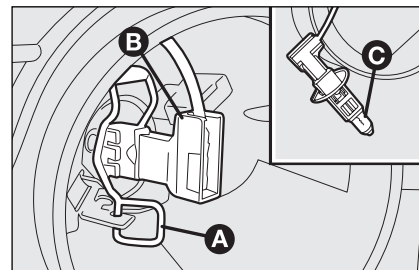

Рис. 20
- освободите фиксатор лампы **A**, рис. 20;